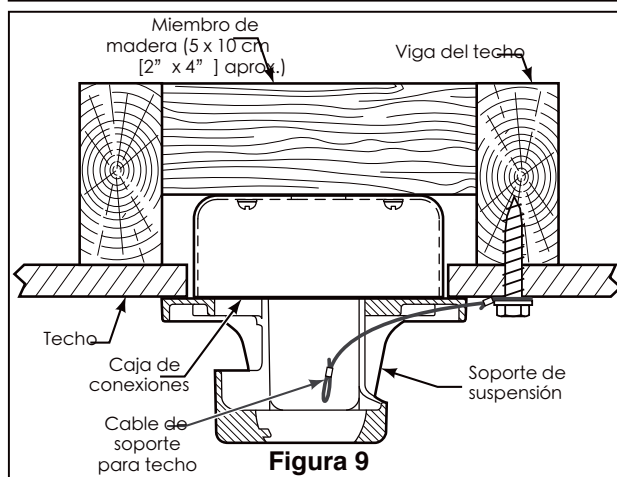

Figura 9
1. Fije bien la abrazadera para colgar a la caja de salida con los tornillos y las arandelas provistas con la caja de salida. (Figura 9)
2. Perfore un orificio de 1/4" en la estructura del edificio para evitar grietas con la instalación del tornillo de intervalo. Utilice el tornillo de intervalo de 3/8" x 2" y la arandela plana para fijar el cable de seguridad a la viga del techo o a la estructura de madera. Dicho tornillo pasará a través de arandela plana, la presilla del cable de seguridad y se fijará en la estructura del edificio. (Figura 9)
NOTA: el cable de soporte para techo no se puede asegurar solamente a la caja de conexiones; se debe asegurar directamente a la viga de techo o miembro estructural con el tornillo de cabeza cuadrada de 3/8" x 2" y la arandela plana. (Figura 9)